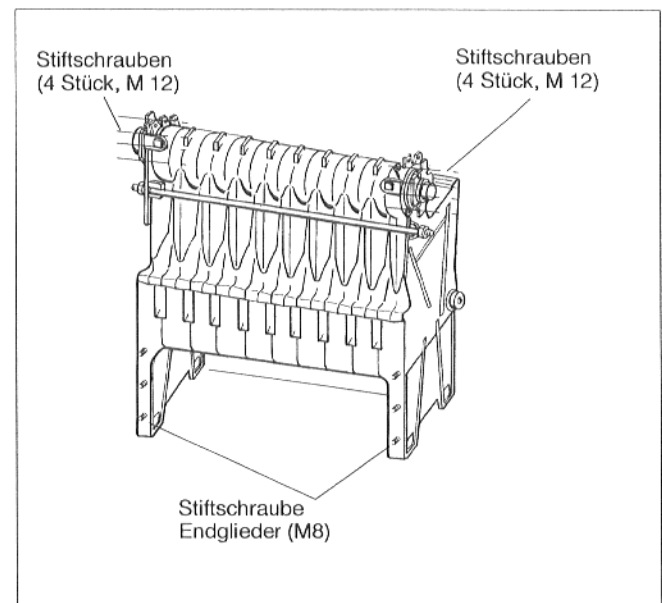

Abb.6a
- Stiftschrauben (4 Stück, M 12) in Gewindebohrung bei der oberen Nabe vorne und hinten eindrehen (Abb.6a).
- Stiftschrauben auf der Brennerseite in die Endglieder (je 3 Stück, M8; rechts-links) eindrehen (Abb.6a).
- Obere Nabe hinten mit Blindflansch und Flachdichtung verschließen (Abb. 6a, Montagematerial Kesselblock). Die exentrisch angeordnete Ausbuchtung (Abb. 6a) ist für die Aufnahme des Nockens am Endteil des Einspeiserohrs bestimmt. Die Blindflansche sind richtig montiert, wenn die Ausbuchtung zur Mitte zeigt und sich oben befindet.